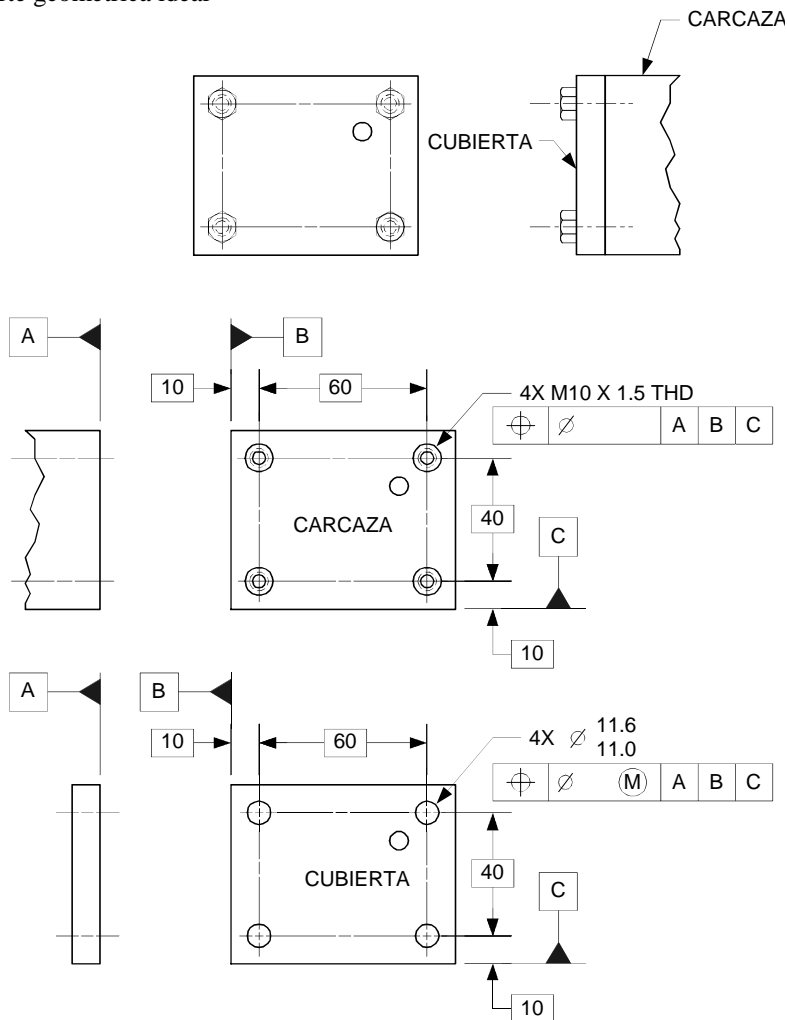

Figura 9
36. En la figura 9, usando la fórmula de sujetador fijo, calcule el valor de la tolerancia de posición para los barrenos de juego en ambas partes. (Asuma que los sujetadores M6 están perfectos.)